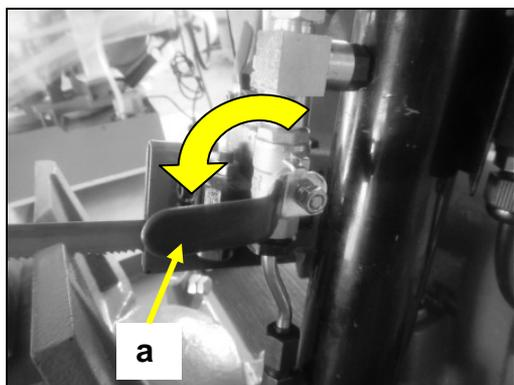

Fig 44
- Abaissez la manette (a) pour permettre la descente de l'archet (Fig 44).